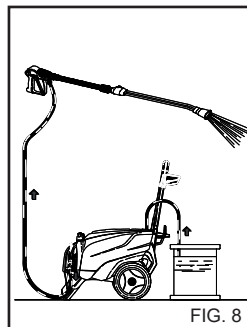

FIG. 8
1) Efter användning med rengöringsmedel ska högtrycksvatten-systemet sköljas ordentligt. Låt pumpen vara igång i 1 minut. Doseringskranen ska vara stängd. (fig. 8).
- 4) Efter användning med rengöringsmedel ska högtrycksvattensystemet sköljas ordentligt. Låt pumpen vara igång i 1 minut. Doseringskranen ska vara stängd.(fig. 8).